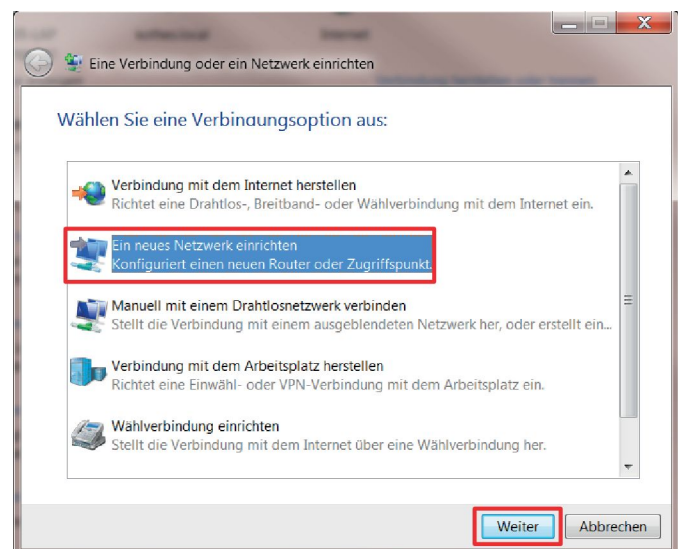

Abb. 43: Neues Netzwerk einrichten
3. ▶ „Ein neues Netzwerk einrichten“ ( Abb. 43 ) markieren und mit „Weiter“ auswählen.